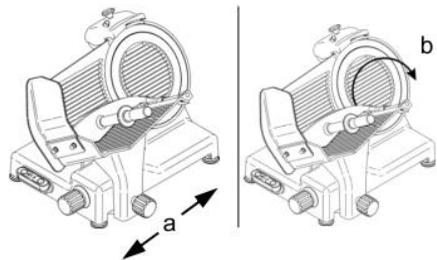

Fig. 19
- Compruebe la capacidad deslizante de la bandeja para alimentos prestando atención a que durante la comprobación en la mesa de trabajo no haya nada (a, fig. 19);
- compruebe el movimiento de la manija empujadora - debe subir y descender con facilidad (b, fig. 19);